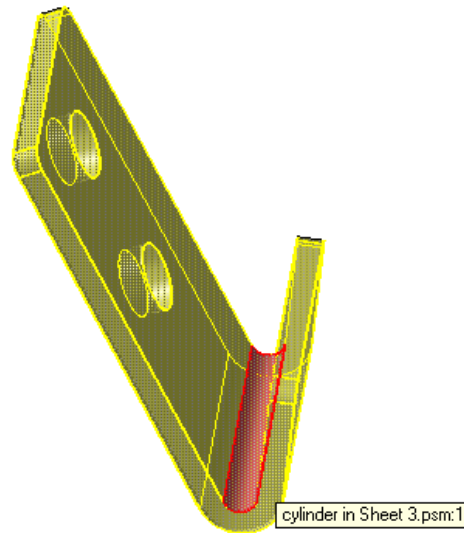
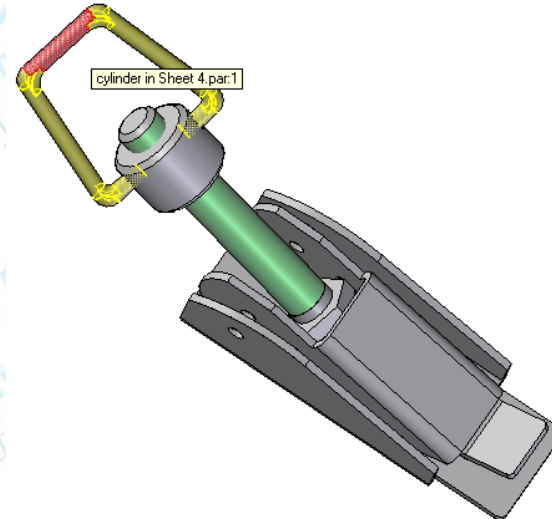

Figura 15
Figura 16
- Para finalizar este tutorial, arraste a **Engate** para a área de trabalho. Selecione a relação **Axial Align** e o bend indicado na *Figura 15*. Em seguida, clique sobre a **Alça** e sobre a superfície cilíndrica da *Figura 16*.